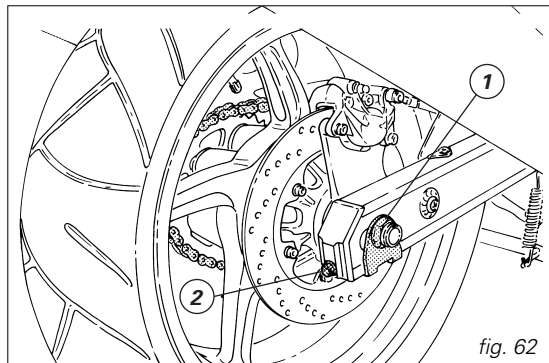

fig. 62
Para registrar la tensión aflojar la tuerca (1, fig. 62) del perno rueda; atornillar en igual medida, en el sentido de las agujas del reloj, el tornillo (2) en ambos lados del basculante para aumentar la tensión o destornillar para disminuirla. En este último caso es necesario empujar hacia adelante la rueda.